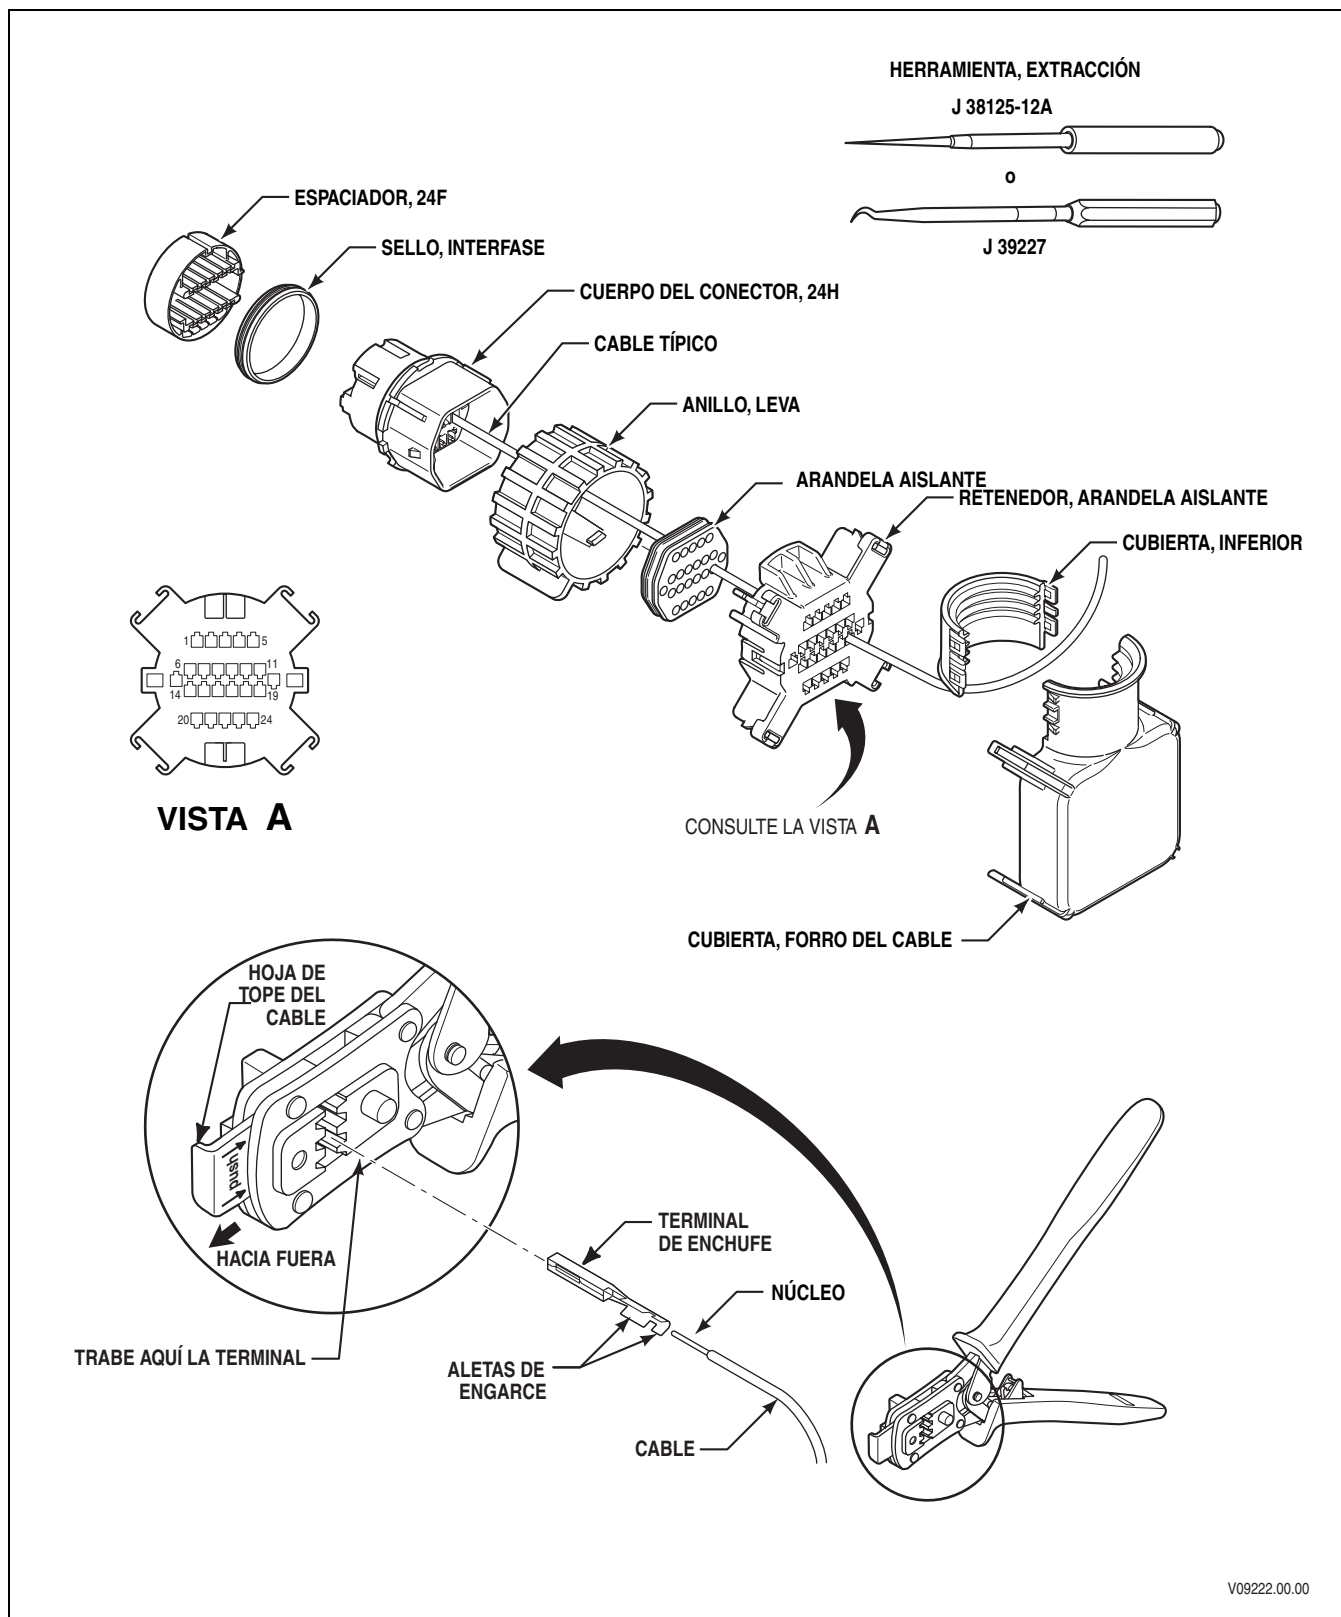

Figura E-3. Conector de la transmisión 24F AFL
A. Reparación de los conectores/terminales(consulte la Figura E-3)
6. Inserte la hoja de metal de la herramienta de extracción J 38125-12A ó J 39227 enfrente del cuerpo del conector en la ubicación de la cavidad del conductor del cable/terminal deseada (consulte la figura E-3).